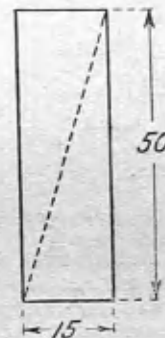

Рис. 2. Латунь для держателей.
2. Кусок латуни прямоугольной формы 50 × 15 мм, обязательно не тоньше 2 мм. (рис. 2).
Приступаем к изготовлению держателей. Разрежем латунь по диагонали (как показано на рис. 2) и, просверлив отверстия (3 мм), обработаем вырезанные части до придания им формы, указанной на рис. 3